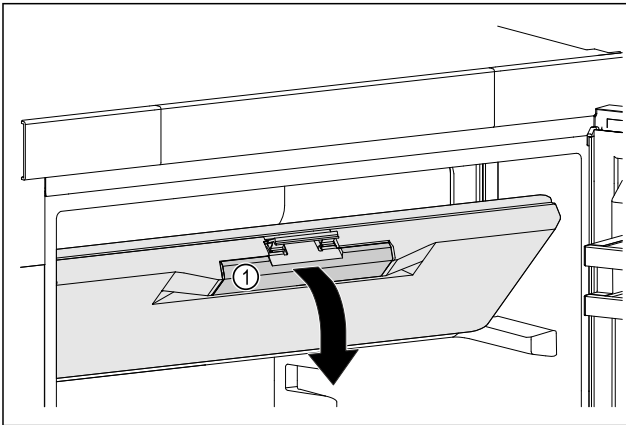

Fig. 23
- ▶ Ta tak i det innfelte håndtaket Fig. 23 (1) på døren til frysedelen.